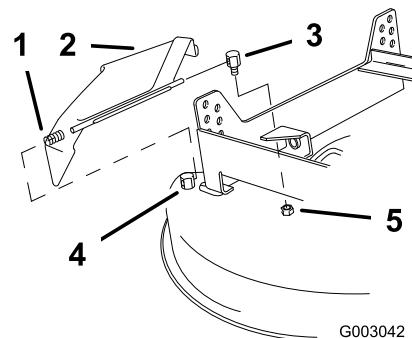

Figura 55
1. Retire la contratuercia que sujeta el pivote trasero del deflector al cortacésped y retire el pivote trasero (Figura 55).
2. Retire el conjunto del deflector del pivote delantero (fijo) y retire el conjunto del deflector del cortacésped (Figura 55).
5. Instale el pivote de deflector trasero en el cortacésped y apriete la contratuercia (Figura 55). El muelle debe